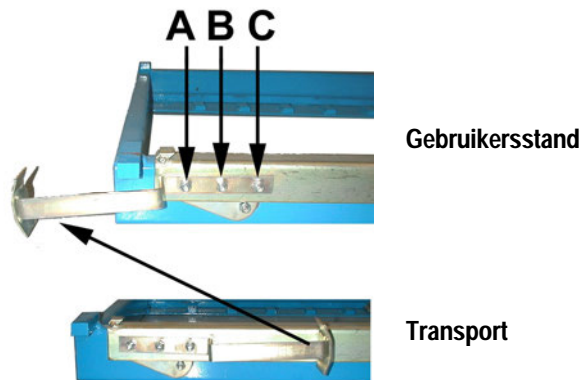

Fig.12
6. Herplaats de voetplaat zoals in **fig. 12**. Moer (A) moet een klein beetje losgedraaid blijven zodat de vergrendelhendel beweegbaar blijft. Moer (B) en (C) blijven vast zitten.